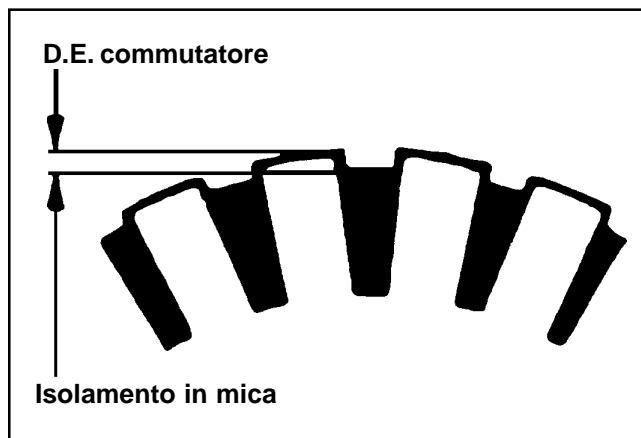

Figura 8-53. Ispezione dell'isolamento in mica del commutatore.
- Pulire ed ispezionare il commutatore (superficie esterna). Per il corretto funzionamento del commutatore, l'isolamento in mica deve essere più basso delle barre (cavità) del commutatore. Vedere Figura 8-53.